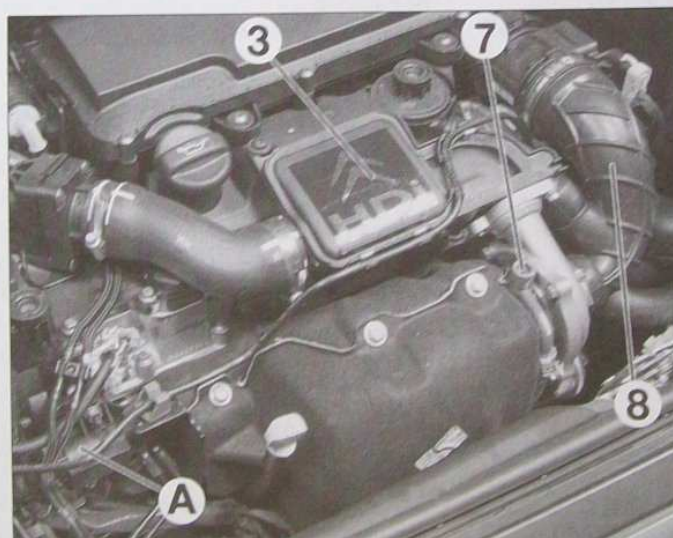

FIG.33
- l'électrovannes EGR (A) du moteur (Fig.33).
- le raccord d'huile (7) sur le turbocompresseur (Fig.33).